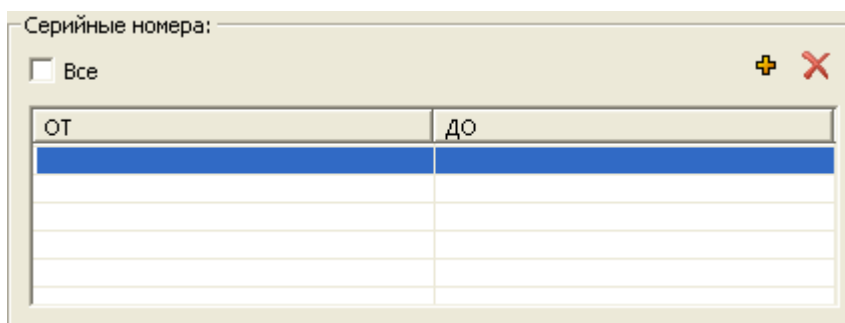

Рис. 5-6
1. Нажмите на кнопку **Добавить диапазон серийных номеров**  в области **Серийные номера**. В результате первая строка таблицы **Серийные номера** станет доступной для ввода данных (рис. 5-6).